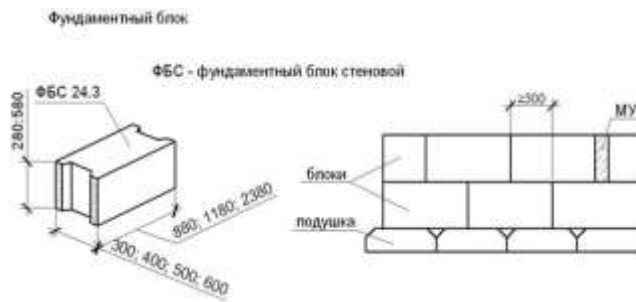

Рисунок 9 – Элементы ФБС. Защита фундамента от влаги
11. Проработать мероприятия по защите фундамента от влаги, рис.9.